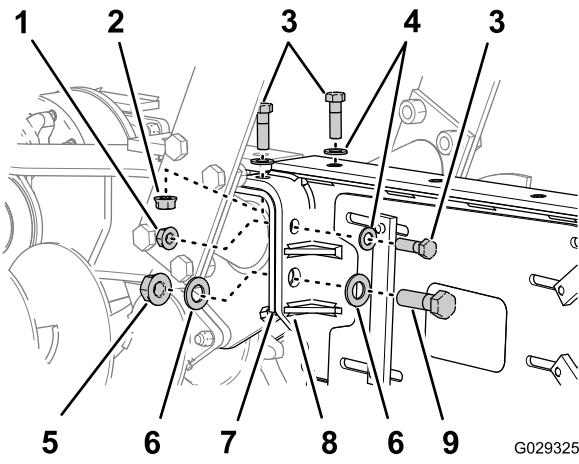

Figure 3
4. Placez 2 boulons à tête hexagonale (3/4 x 2-1/2 po), 2 rondelles et 2 écrous à embase dentelée dans les trous verticaux de la plaque de montage et du support de fixation de l'élinde (Figure 3).
5. Retirez les 2 boulons à tête hexagonale (3/4 x 2-1/2 po), les 2 rondelles et les 2 contre-écrous des trous verticaux de la plaque de montage et du support de fixation de l'élinde (Figure 3).
6. Retirez les 2 boulons horizontaux (1 x 2-1/2 po), les 4 rondelles (1 po) et les 2 contre-écrous (1 po) des trous verticaux de la plaque de montage et du support de fixation de l'élinde (Figure 3).